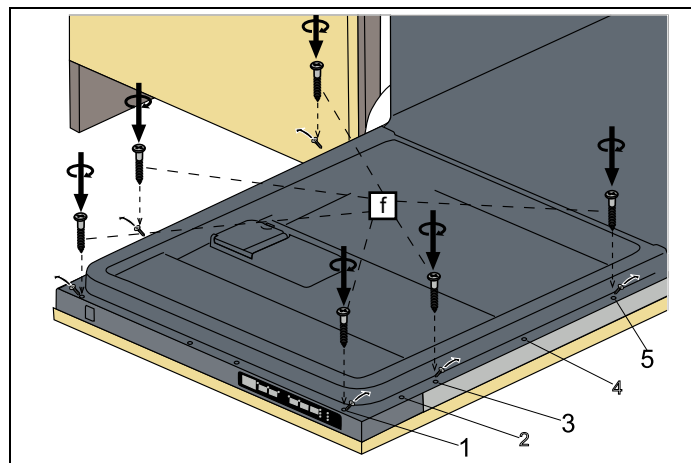

Fig. 22
- 6) Le viti situate sull'anta di legno si inseriscono nella lavastoviglie in corrispondenza dei fori situati sul pannello esterno dello sportello e si montano come indicato nella Fig. 22 .
- 7) Come mostrato nella Fig. 22 , le viti $\varnothing 4$ mm x 42,5 mm ($\varnothing 5/32$ \" x 53/32\") sono installate nelle posizioni I, III e V.